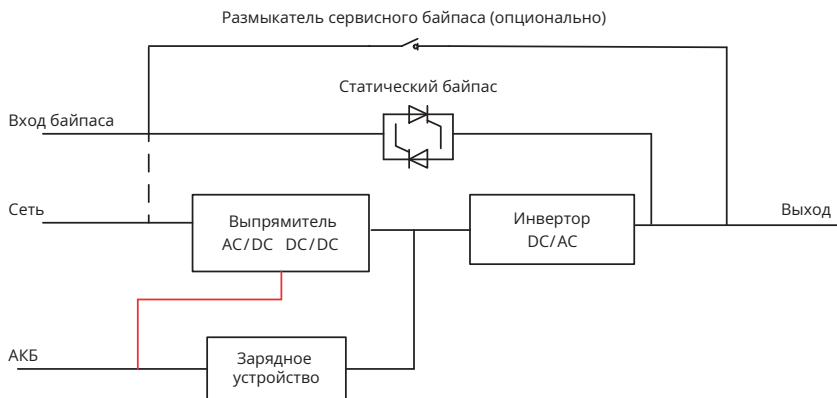

Рисунок 2.3. Структура ИБП
3. Удалить упаковочные материалы (см. Рисунок 2.3).